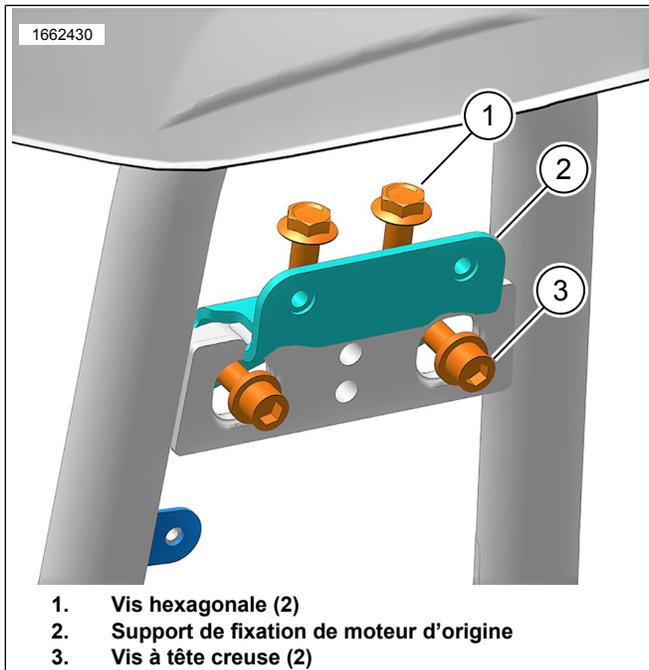

Figure 4. Support de moteur d'origine
- a. Voir la Figure 4. Retirer les vis hexagonales (1).
- b. Retirer les vis à tête creuse (3).
- c. Retirer et jeter le support de fixation de moteur d'origine (2).